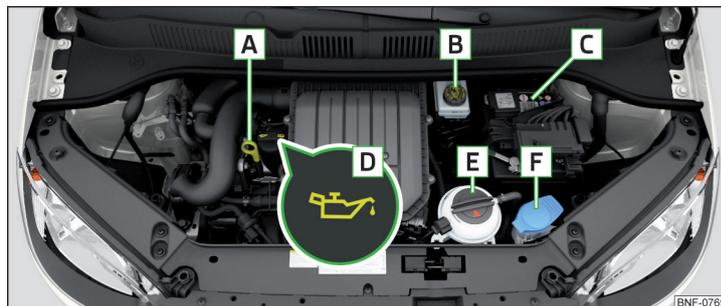

Fig. 107 Schéma du principe : Compartiment moteur
Emplacement dans le compartiment moteur » fig. 107
- Dévissez le bouchon de la tubulure de remplissage d'huile moteur » fig. 107 à la page 112.